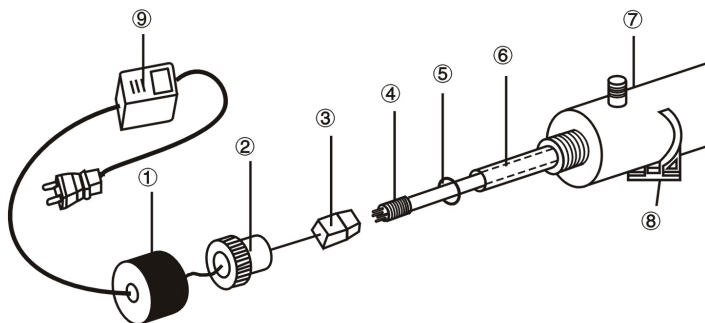

Рис. 1. Установка УФ-излучателя
9. При установке УФ-излучателя следует сначала наполовину вставить его в рабочую камеру (рис. 1), подключить к электрокабелю, и затем полностью вставить в камеру, штекер при этом плотно вставляется в посадочную горловину. Только после этого можно подключать Установку к электросети.